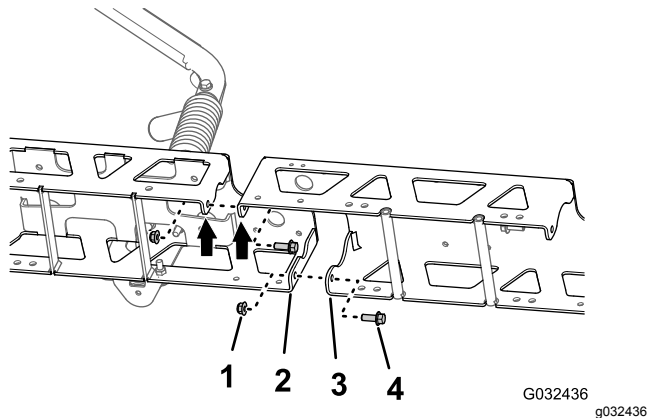

Figura 76
1. Alinhe os orifícios nas flanges verticais da extensão da rampa central com os orifícios na estrutura da armação (Figura 76).
2. Monte sem apertar a extensão da rampa central à estrutura da armação (Figura 76) com os 2 parafusos de cabeça flangeada (3/8 x 1 pol.) e as 2 porcas de bloqueio flangeadas (3/8 pol.) que retirou no passo 1 de Separar as armações da secção da rampa central (página 35).
3. Alinhe os orifícios nas flanges verticais da extensão da rampa central com os orifícios na outra estrutura da armação (Figura 76).
4. Monte sem apertar a extensão da rampa central à outra estrutura da armação (Figura 76) com os 2 parafusos de cabeça flangeada (3/8 x 1 pol.) e as 2 porcas de bloqueio flangeadas (3/8 pol.) do kit de acabamento de sistema de pulverização GeoLink (Figura 76).